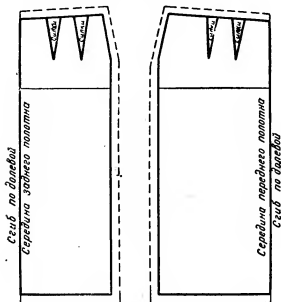

Рис. 303. Раскрой юбки комбинированного платья с цельнокроеным рукавом
**Раскрой юбки.** Выкройку юбки разрезают по нанесенным линиям фасона, вытачки вырезают и разрезанные части переднего и заднего полотен юбки укладывают так, чтобы середина их была по долевой нити на сгибе ткани, затем дают припуски на швы и раскраивают (рис. 303).